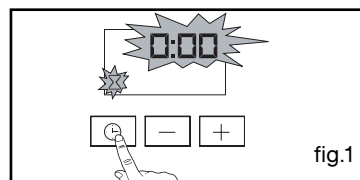

fig.1
- Appuyez sur la touche "⌚" (fig.1) jusqu'à faire clignoter le symbole minuterie.